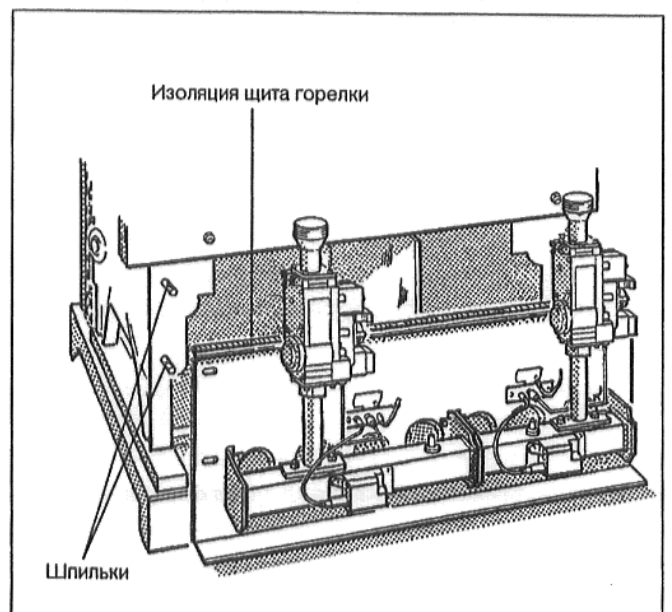

Рис. 23
- Снять и сохранить гайки шпилек на концевых секциях (Рис. 23).
- Проверить изоляцию щита горелки на отсутствие повреждений (Рис. 23).
- Приподнять сзади горелку и вставить в топочную камеру без перекосов, чтобы избежать повреждения разделительной перегородки топочной камеры. Прикрепить горелку к шпилькам с помощью подкладных шайб и гаек, при этом затянуть с умеренной силой (Рис. 23).